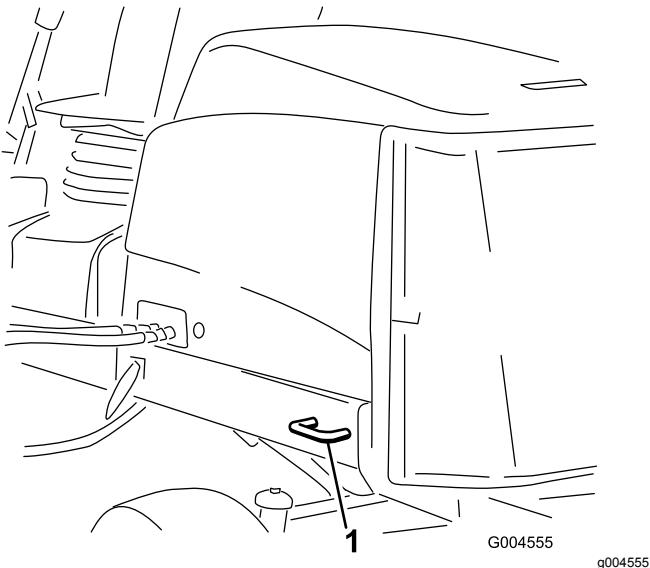

Figura 40
- Detrás – en cada lado de la máquina, en el bastidor trasero (Figura 40).